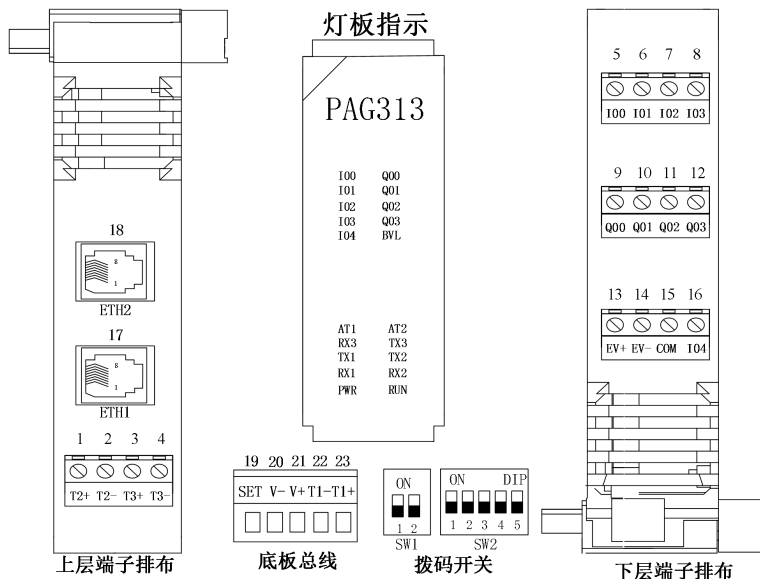

图 D-23 输入输出端子、底板连接器、拨码开关和指示灯位置
- MAC163/PAG313/MAC323 端子排布如图 D-23 所示。